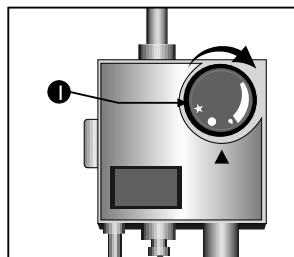

Figura 34
- Para apagar completamente la fuente de calor principal gire la perilla hasta la posición de APAGADO; de esta manera la fuente de calor piloto y la fuente de calor principal se apagarán (Ver figura 34).